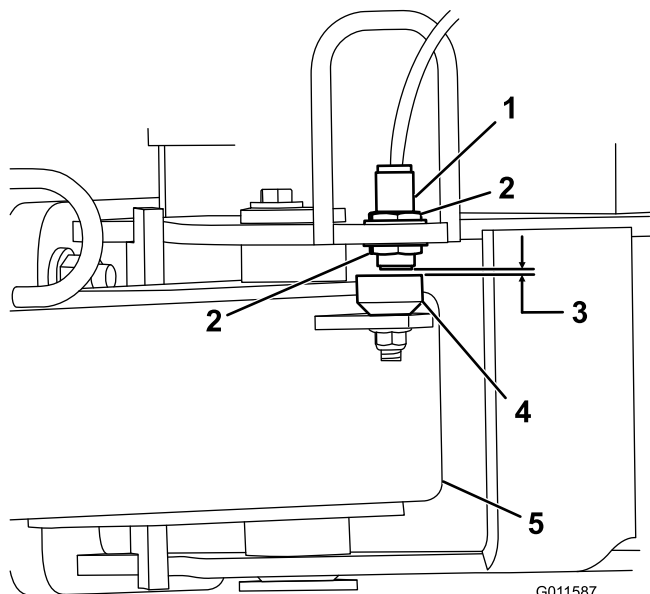

Figura 4
5. Allentate i controdadi che fissano l'interruttore di prossimità al telaio e abbassate l'interruttore fino a posizionarlo a 2,6 - 4,0 mm dalla piastra di rilevamento presente sul timone di traino (Figura 4). Serrate i controdadi per fissare la regolazione.